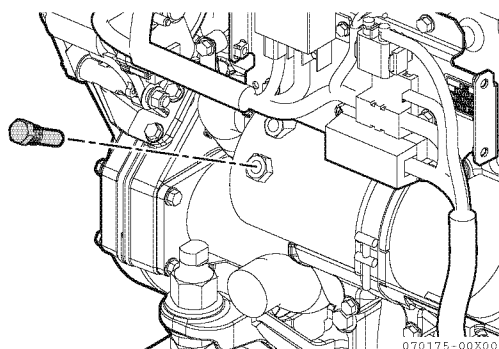
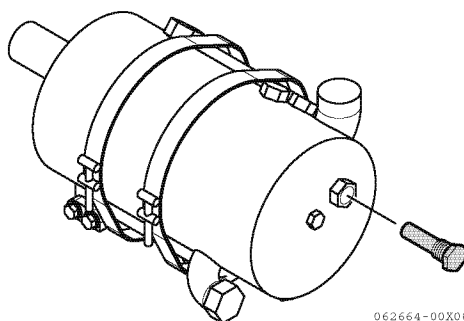
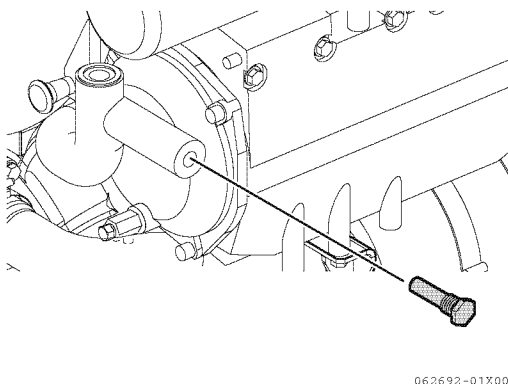

Figura 11
Figura 12
Figura 13
3. Retire todos os encaixes (**Figura 11**), (**Figura 12**) e (**Figura 13**) com a marcação ZINC (**Figura 10**).